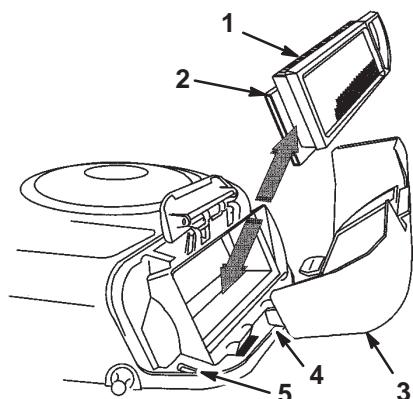

Figure 22
- Sortez avec précaution les éléments en papier et en mousse du carter de soufflante (Fig. 22).
- Placez les languettes du couvercle du filtre à air en face des fentes du carter de soufflante (Fig. 22).